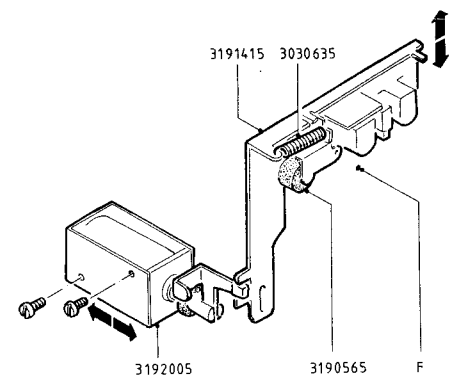

Abb. 7
- b) Stimmt die Höheneinstellung nicht, sind die Befestigungsschrauben des Andruckmagneten (3192005) zu lösen und der Magnet um das notwendige Maß zu versetzen (Abb. 7).
- Bei von den Toleranzangaben abweichenden Gleichlaufwerten (mit Gleichlaufmeßbrücke ermittelt) den Zustand der Andruckrolle (Andruckarm 3190565) und der Feder (3030635) kontrollieren (Abb. 7).